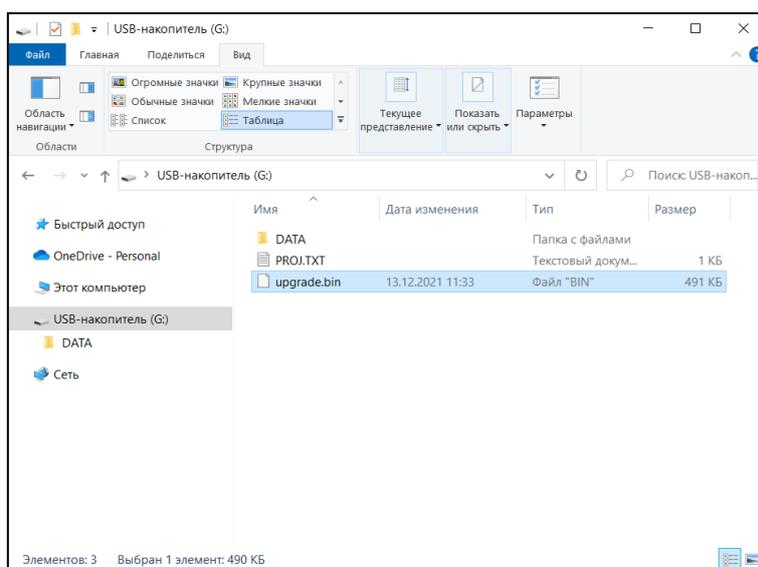

Рисунок 140 Внешний вид корневой папки с файлом прошивки
4.2.3. Скопируйте файл прошивки *upgrade.bin* магнитометра в корневой каталог (Рисунок 140).